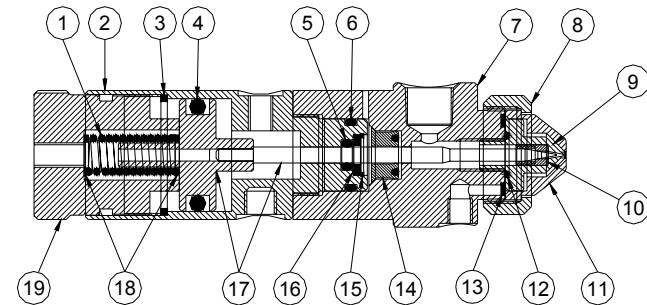

Abb. 3.0
7.1 Gründliche Reinigung (siehe Abb. 3.0)
7.2 Nadel-/Kolbeneinheit und Austausch der Dichtung (siehe Abb. 3.0)
7.3 Austausch der Düse und der Druckluftkappe (siehe Abb. 3.0)